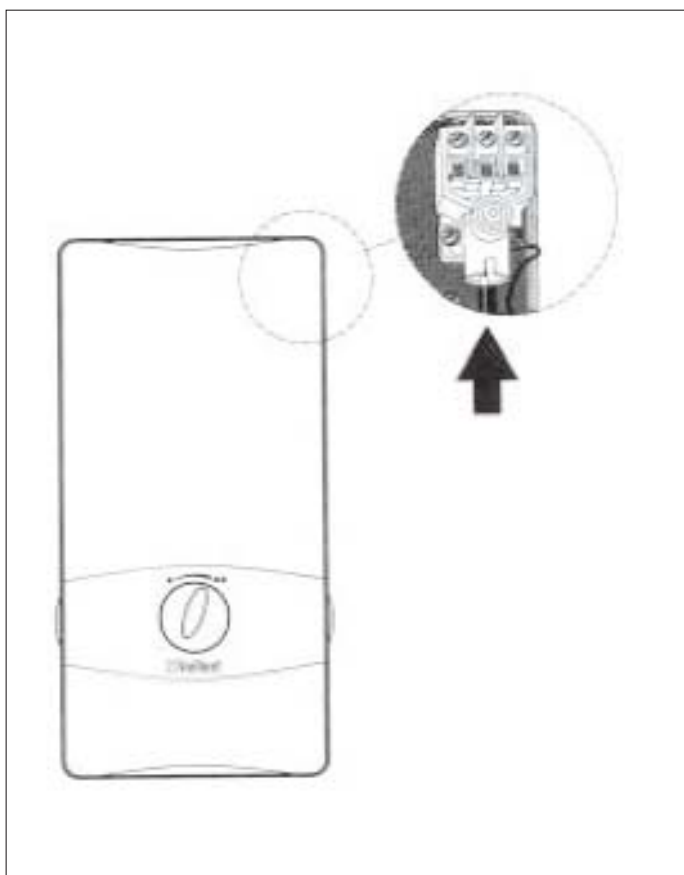

Рис. 5.1 Аварийный выключатель
- Нажмите аварийный выключатель при открытом кране горячей воды (см. стрелку на рис. 5.1).